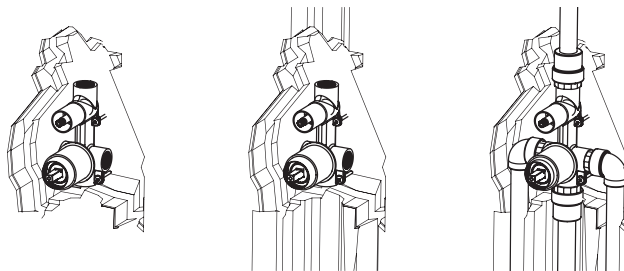

Рис. 6 / 6 сур.
3. Необходимо смонтировать смеситель, подключив к нему трубы системы водоснабжения, и закрепить его к стене. (рис. 6.)